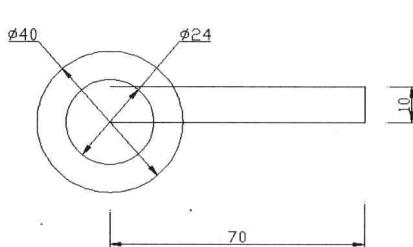

图 4-6-1
(1) 选择菜单命令“绘图/圆/圆心、直径”，或者在“绘图”面板中单击“圆心、直径”按钮 \textcircled{O} ，单击一点，输入直径“24”，按Enter键，绘制完成一个圆。再一次按Enter键，重复“圆心、直径”命令，捕捉并单击圆心，输入直径“40”，按Enter键，绘制完成第二个圆。
(2) 单击“常用”选项卡，在“绘图”面板中单击“直线”按钮 $/$ ，捕捉并单击圆心，输入“@70, 0”，按Enter键；输入“@0, 10”，按Enter键；输入“@-70, 0”，按两次Enter键，绘制的圆和直线如图4-6-1所示。